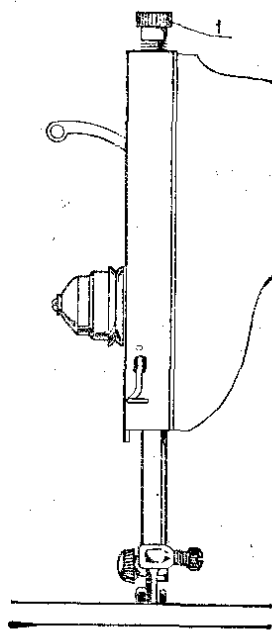

Рис. 26
9.6. Регулирование нажима лапки на материал производится путем поворота головочного винта 1 (рис. 26).